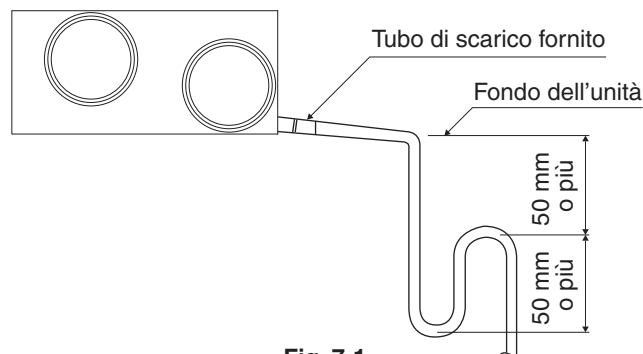

Fig. 7-1
- In caso di sistema di collegamento con condotto diretto, c'è pressione negativa all'interno dell'unità in relazione alla pressione atmosferica quando l'unità è in funzione, quindi non mancare di collegare strettamente lo scarico all'uscita. (Fare riferimento alla Fig. 7-1)